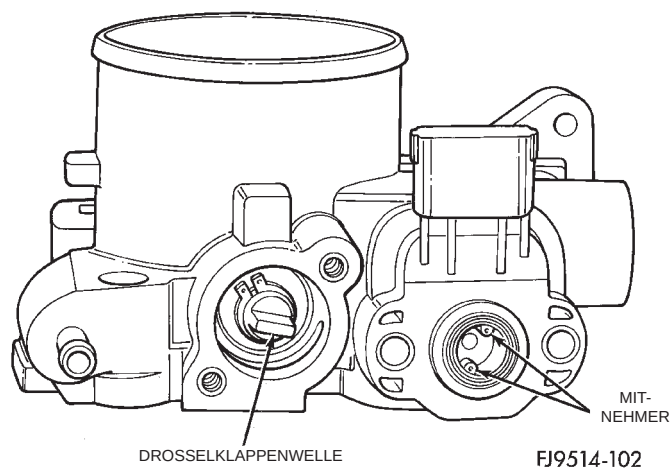

Abb. 71 Fühler/Drosselklappenstellung (TPS) ausrichten—2.5L-Motor
(1) Die Drosselklappenwelle sitzt mit ihrem drosselklappengehäuseseitigen Ende in einer Aufnahme im Fühler/Drosselklappenstellung (TPS) (Abb. 71).